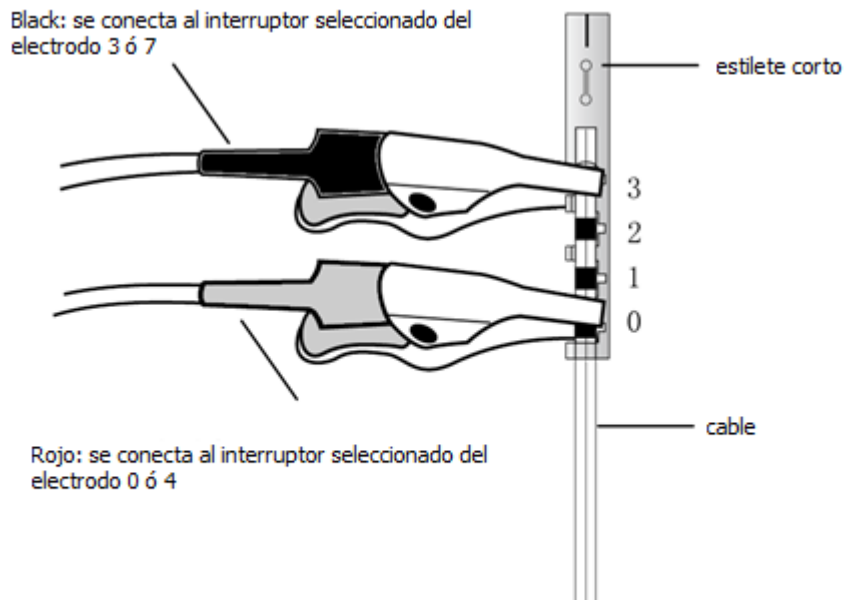

Figura 7. Conecte los clips a los contactos de los cables.
(1) Conecte las pinzas cocodrilo a los contactos de los electrodos correspondientes a los electrodos deseados; la figura 7 ilustra la conexión al contacto de los electrodos para los electrodos 0 y 3.